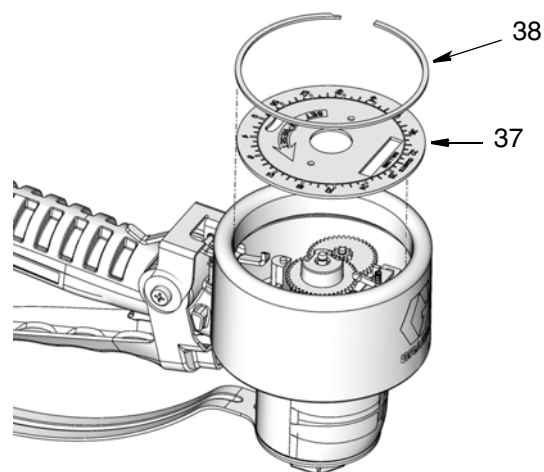

FIG. 28
4. Remova o prendedor grande de retenção (38) e, em seguida, o painel frontal (37) (FIG. 28).